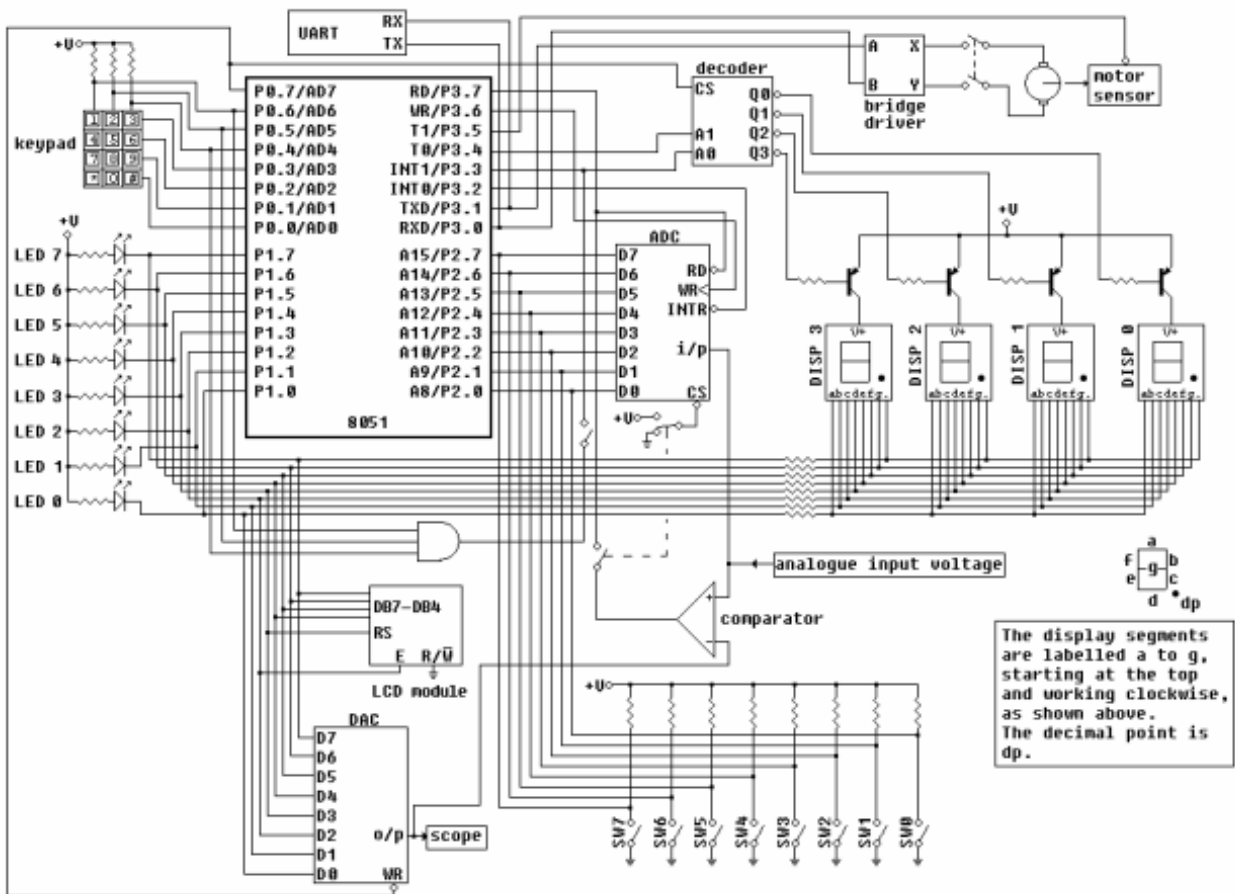

Рис. 1 Схема підключення семисегментного дисплею
Схема підключення семисегментного дисплею показана на рис. 1.
3.1.2. Перед виконанням програми необхідно натиснути кнопку “Assm” панелі для асемблювання програми. Після цього, якщо команда записана невірно, в рядку під верхнім рядом кнопок панелі (на рис.1 виділений сірим кольором) з'явиться повідомлення про помилку, а **колір рядка зміниться на червоний**. Червоним кольором буде виділена також невірно написана команда.